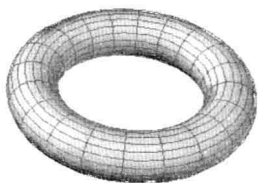

图 8-2-13
- (1) 在“建模”面板中单击向下三角形按钮▼，在弹出的列表中选择“圆环体”按钮.
- (2) 命令行提示“指定中心点或 [三点(3P)/两点(2P)/切点、切点、半径(T)]”，在视图中单击，确定圆环体中心点的位置。
- (3) 命令行提示“指定半径或 [直径(D)]”，输入“50”，按Enter键。
- (4) 命令行提示“指定圆管半径或 [两点(2P)/直径(D)]”，输入“10”，按Enter键。
- (5) 圆管的效果如图8-2-13所示。